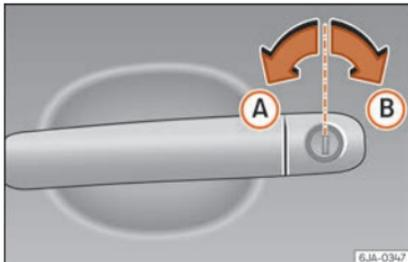

Abb. 121 Positionen des Schlüssels bei Verriegelung und Entriegelung des Fahrzeugs
- Drehen Sie den Schlüssel im Schließzylinder der Fahrertür in Fahrtrichtung bis zur Öffnungsposition **A** »» **Abb. 121**.
- Drehen Sie den Schlüssel im Schließzylinder der Fahrertür gegen die Fahrtrichtung bis zur Schließposition **B** »» **Abb. 121**.